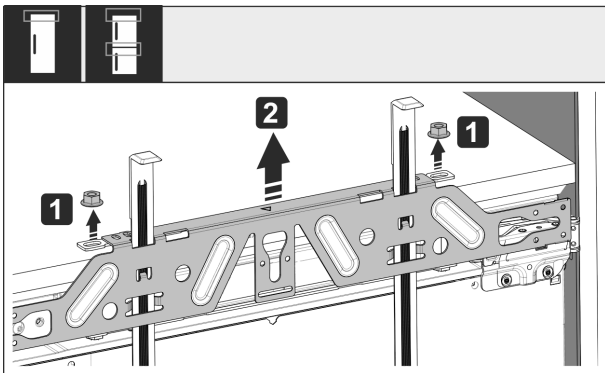

Fig. 51
- ▶ Kontermuttern Fig. 51 (1) lösen.
- ▶ Befestigungstraverse Fig. 51 (2) abnehmen.